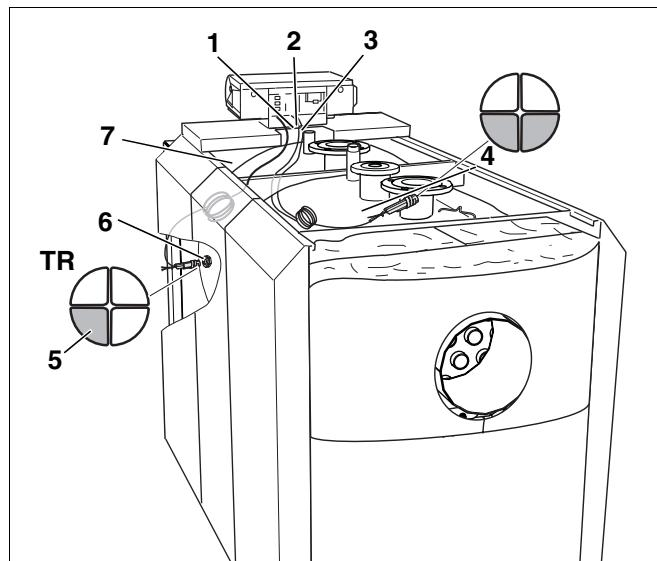

Рис. 37 Монтаж комплекта датчиков температуры на SE735
- Провести датчик системы управления Logamatic и капиллярный датчик предохранительного ограничителя температуры (рис. 37, поз. 3) с 2 заглушками на четверть круга под средней траверсой и вставить в точку замера на подающей линии котла (рис. 37, поз. 4).
- Првести датчик регулятора температуры (рис. 37, поз. 5) по корпусу котла сбоку к точке замера (рис. 37, поз. 6). Здесь используйте 3 заглушки на четверть круга. Регулятор температуры обозначен как "TR".
- поз. 5: датчик регулятора температуры (TR)
- Лишний кабель, капиллярные трубы и провод датчика сматывать и уложить на теплоизоляцию корпуса котла (рис. 37, **поз. 2**).
- Кабель горелки проложить через кабельный ввод передней крышки котла (рис. 37, **поз. 2**).
- Вставить капиллярный датчик предохранительного ограничителя температуры (рис. 37, **поз. 1**), датчик температуры на системе управления и датчик дополнительного модуля ZM 427 с одной заглушкой на четверть круга в точку замера на подающей линии котла (рис. 37, **поз. 4**).
- Провести датчик регулятора температуры (рис. 37, **поз. 5**) в точку замера на корпусе котла (рис. 37, **поз. 6**).